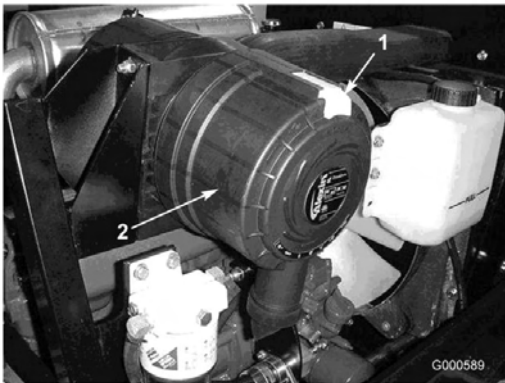

Bild 32
1. Ziehen Sie den Riegel nach außen und drehen Sie die Luftfilterabdeckung nach links (Bild 32).